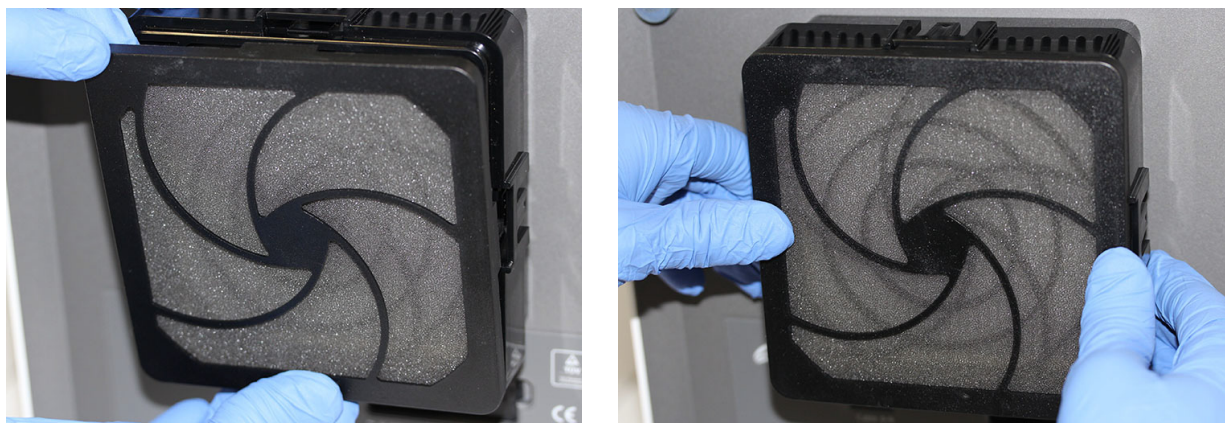

图 9-31. 装上预滤棉和预滤棉固定框
4. 用手指抓住上下左右，将组装好的预滤棉固定框和预滤棉一起盖到 HE 过滤器固定框上，使其卡紧。参见图 9-31。